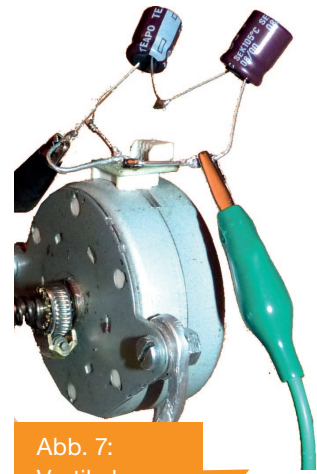

Abb. 7:
- Schrittmotor aus Drucker (Abb. 7)
- (1) Horiz.-Sync-Separator, Sync-Zuschalter, Rechteckoszillator, Video-Signal: graue Leitung oben links
- (2) Dekoder
- (3) H-Brücke
- (4) Zuschaltung-Hochfahr-Kondensator und Drehzahl-Feintuning